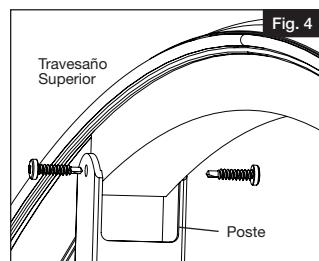

Fig. 4
- Atornillar los tornillos autorroscantes #8 de $\frac{3}{4}$ " por los orificios de poste y a través de los orificios en el travesaño (uno en cada lado). No apretar completamente (Fig. 4). Realizar lo anterior en los dos postes, el superior y el inferior.